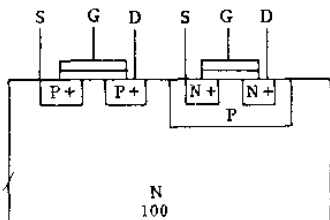

图 1-16 CMOS 要求用 2 个晶体管
3. CMOS (互补金属氧化物半导体) 工艺 CMOS是P沟道晶体管和N沟道晶体管的结合。因此, CMOS工艺的特点介乎两者之间。CMOS的速度比PMOS快, 但比NMOS稍慢些, 而集成度并不差。但由于它采用了两类晶体管, 所以集成度低于NMOS。它的主要优点是功耗低、抗干扰能力强(几乎接近理想状态, 输入抗扰度40%——CMOS器件能在2~12伏间工作)。CMOS工艺特别适用于航空航天设备。目前主要用于那些体积小、耗电量极低的系统。RCA公司的COSMAC和英特尔公司的6100, 就是采用此工艺制成的两种微处理器。图1-16、1-17是一个CMOS电路的结构。